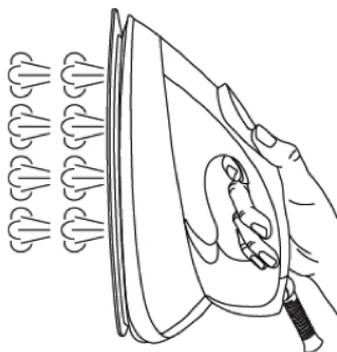

FIGURA 7
2. Mantenga la plancha en posición vertical (Figura 7) a una distancia de 15 a 30 centímetros de la prenda.